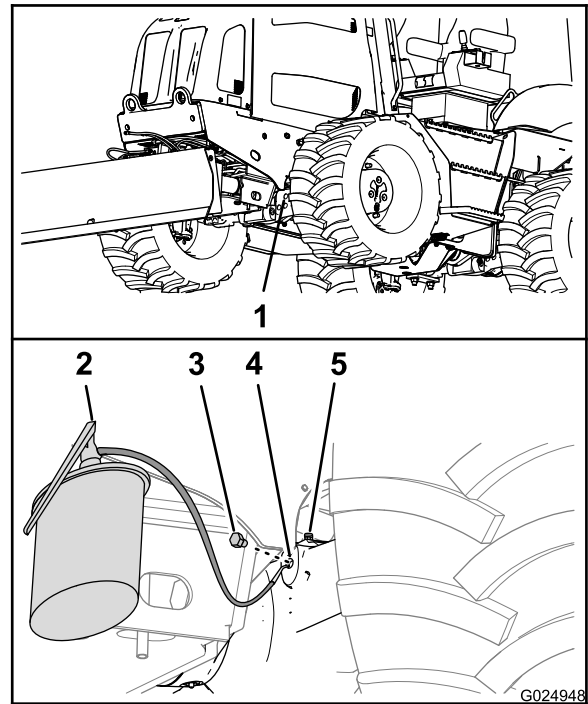
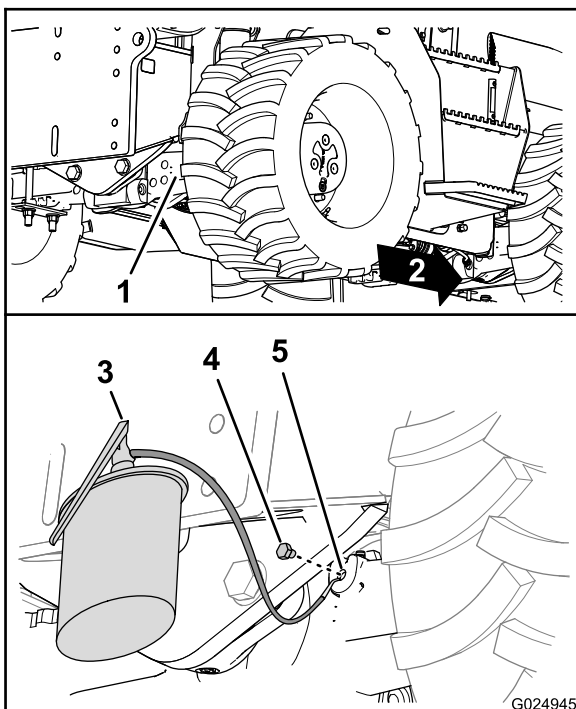

Bild 95
Bild 96
5. Setzen Sie die Ablassschrauben in die Ablassanschlüsse im Ritzelgehäuse ein (Bild 95 und Bild 96).
6. Füllen Sie Öl der angegebenen Sorte durch die Schauglasöffnung in die Achsen, bis der Ölstand an der Unterseite des Schraubengewindes der Öffnung liegt (Bild 95 und Bild 96).
8. Setzen Sie die Füllschrauben in die Schaugläser im Ritzelgehäuse der Achse ein (Bild 95 und Bild 96).